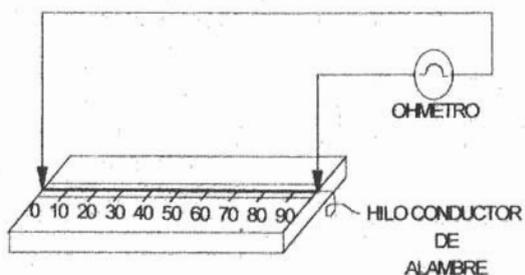

Figura 2.17
j) Disponga los elementos como se muestra en la figura. 2.17